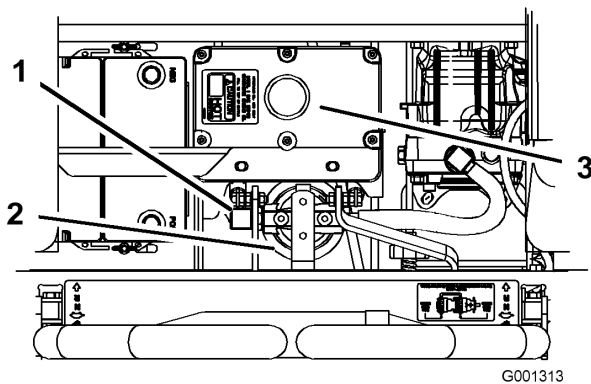

Figure 68
4. Débranchez la conduite hydraulique droite qui est raccordée à l'adaptateur (Figure 68).
6. Rebranchez la conduite hydraulique droite à l'adaptateur (Figure 68).